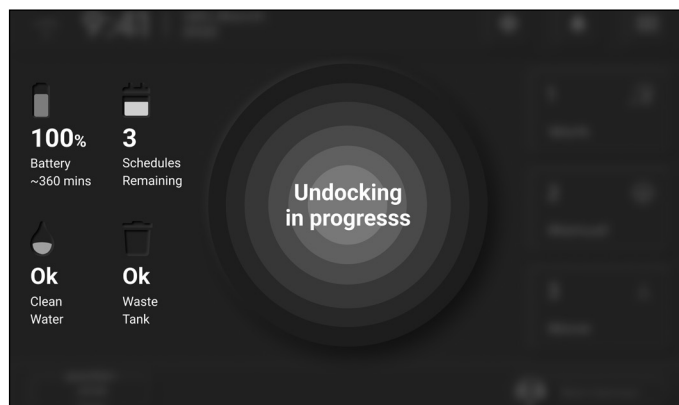

Abbildung 66
2. Die Maschine wird abgedockt (**Abb. 66**).